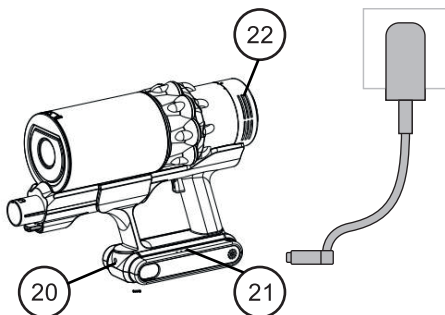

Рисунок 3
1. Вставьте штекер сетевого адаптера (18) в гнездо (20) в аккумуляторной батарее (12).
2а. Для моделей **LXVCS 7070** и **LXVCS 7071** вставьте вилку сетевого адаптера (18) в электрическую розетку, при этом загорится **1 деление** светового индикатора (21). При полной зарядке батареи индикатор будет постоянно светиться **3 делениями** синего цвета (рис. 3).